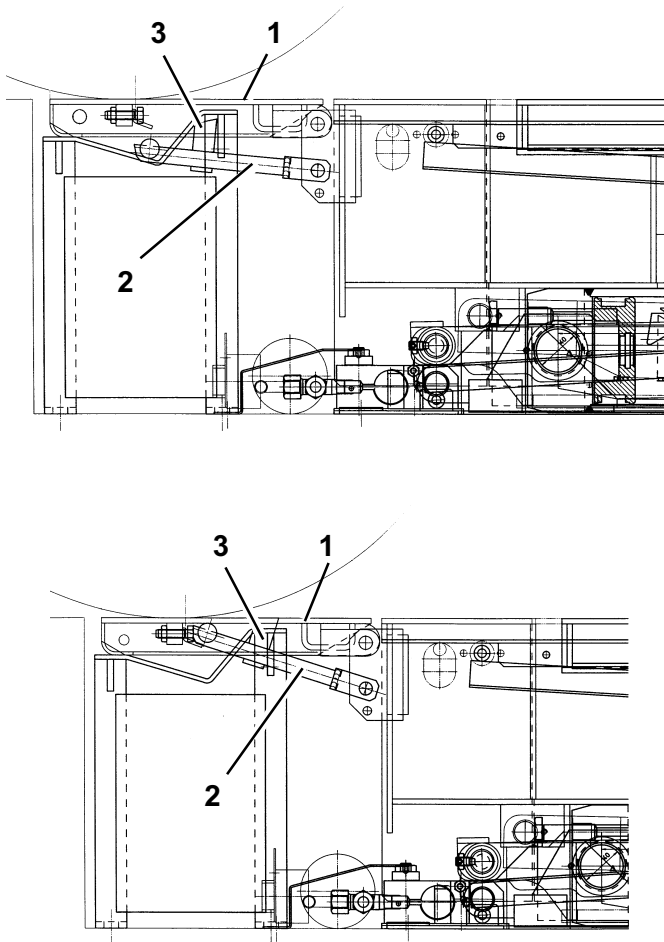

Fig. 21
N.B.: Quando si sollevano veicoli usando i tamponi in gomma posti sulle rampe 1 occorre assicurarsi che il supporto rampa 2 sia inserito (vedi Fig. 21). Per sapere questo osservare la banderuola 3: se è a filo pavimento si può sollevare con i tamponi sulle rampe, altrimenti occorre agganciare il supporto alla rampa stessa.
N.B.: When vehicles are lifted using rubber pads placed on ramps 1, check that the ramp support 2 is fitted (see Fig. 21). To check this, look at the flap 3: if it is on a level with the floor, you may lift with the pads on the ramps, otherwise the support should be hooked to the ramp itself.
HINWEIS: Werden Fahrzeuge mit den Rampengummistempel 1 gehoben, ist sicherzustellen, dass die Rampenhalterung 2 eingesetzt ist (s. Abb. 21). Um dies festzustellen, die Fahne 3 betrachten. Ist sie bodeneben, kann mit den Aufnahmen auf den Rampen die Hebung vornehmen andernfalls muss man den Halter an die Rampe haken.
Remarque: pour soulever des véhicules en utilisant les tampons en caoutchouc situés sur les rampes 1, s'assurer d'avoir introduit le support de la rampe 2 (voir Fig. 21). Ce contrôle est facilité par l'observation de la banderole 3 : si elle est en droite ligne avec le sol, le levage avec les tampons des rampes est possible. Dans le cas contraire, il faut enclencher le support à la rampe.
N.B.: Cuando se levantan vehículos usando los tampones de goma ubicados en las rampas 1 es necesario asegurarse que el soporte rampa 2 esté insertado (véase Fig. 21). Para saber esto se debe observar la aleta 3: si está a nivel del piso se puede levantar con los tampones en las rampas, de lo contrario se debe enganchar el soporte a la rampa misma.